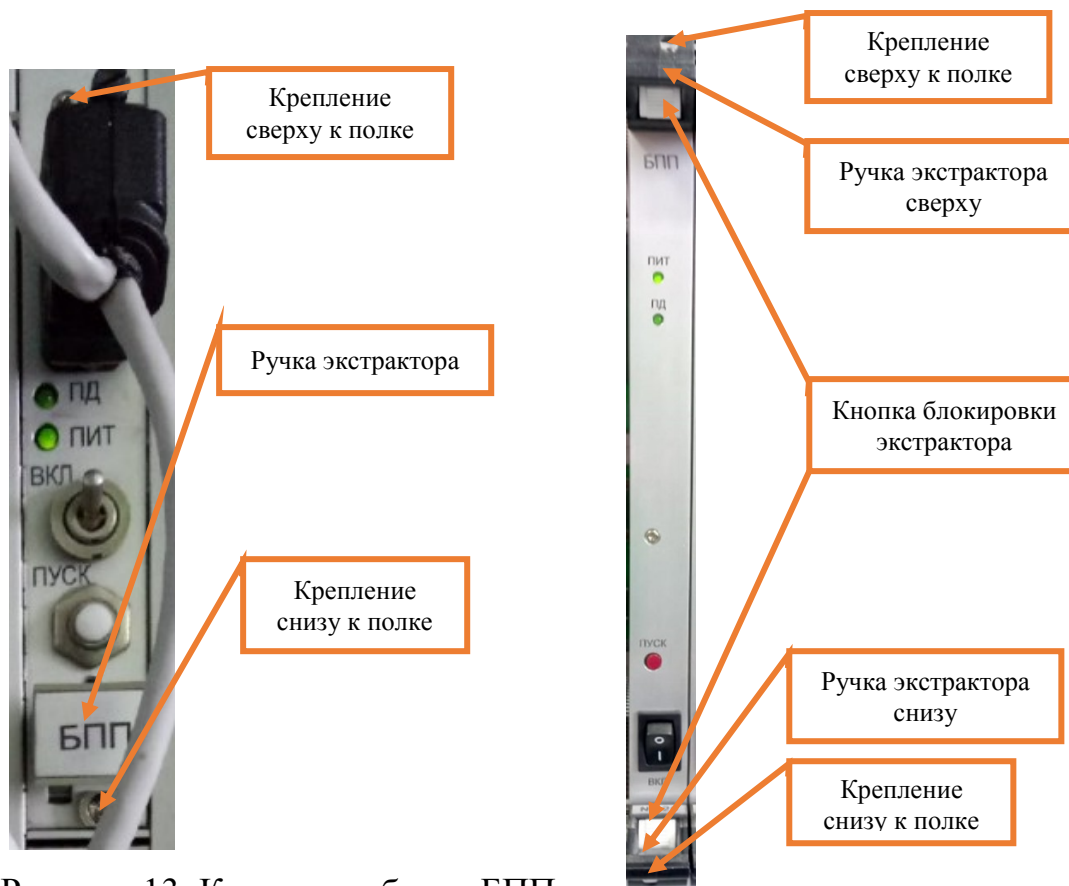

Рисунок 13. Крепление блока БПП.
7.3.6 Отвернуть с помощью крестовой отвертки невыпадающие винты крепления в верхней и нижней части лицевой панели блока БПП (Рисунок 13).
7.3.7 Нажать на ручку экстрактора или утопить кнопки блокировки экстрактора, после чего нажать на ручки экстракторов (Рисунок 13).